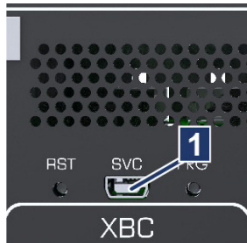

Abb. 7-1: SVC-Schnittstelle
2. Blitzleuchtenmodul über die SVC-Schnittstelle (Mini-USB, → Abb. 7-1/1) mit PC/Laptop verbinden.